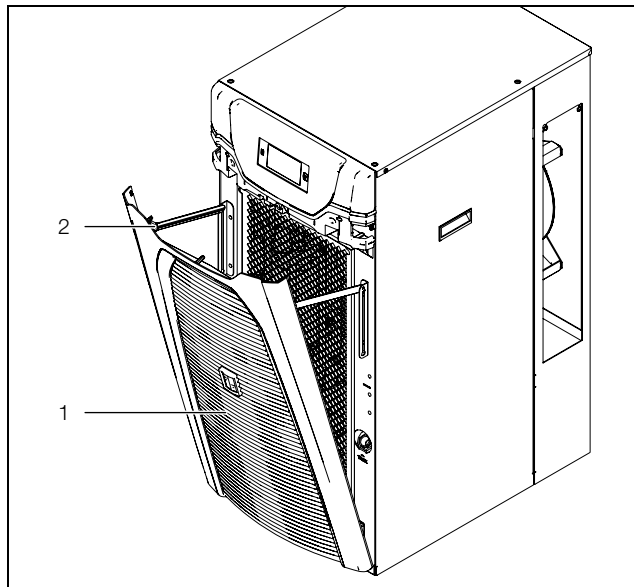

Fig. 38 : ouvrir la grille à lamelles 3334400 et 3334450
- Ouvrir la grille à lamelles sous le bandeau afficheur vers l'avant (fig. 38, pos. 1).